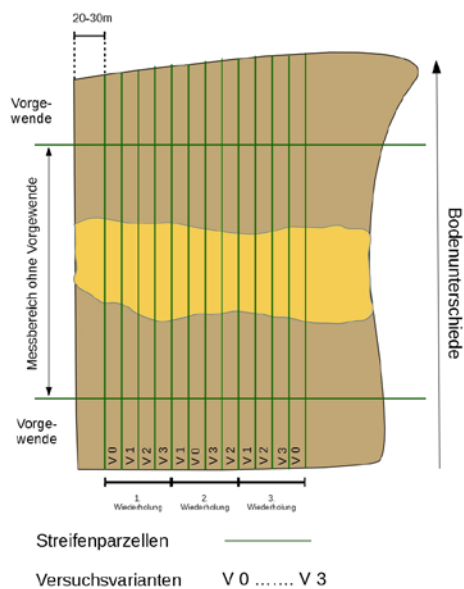

Abbildung 3: Skizze eines Versuches mit Kontrolle und 3 Varianten; randomisierte dreifache räumliche Wiederholung
- Einheitliche Bodeneigenschaften; alternativ: Parzellen quer zu den Bodenunterschieden (siehe Abbildung 3 und 4) anlegen
- Anlage und Ernte mit Betriebstechnik, Streifen an Arbeitsbreite der Maschinen ausgerichtet (Abbildung 3 und 4)